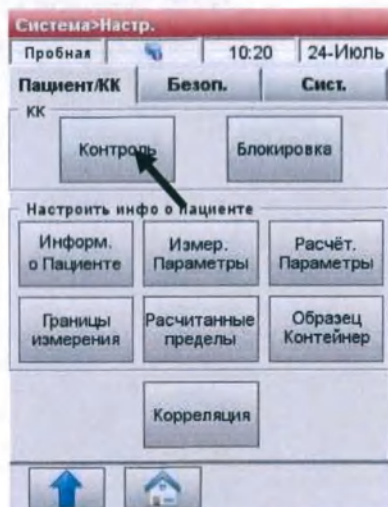

Рис.3-6 Выберите контроль
3. В таблице **<Пациент/КК>**, выберите **<Контроль>** (Рис.3-6).